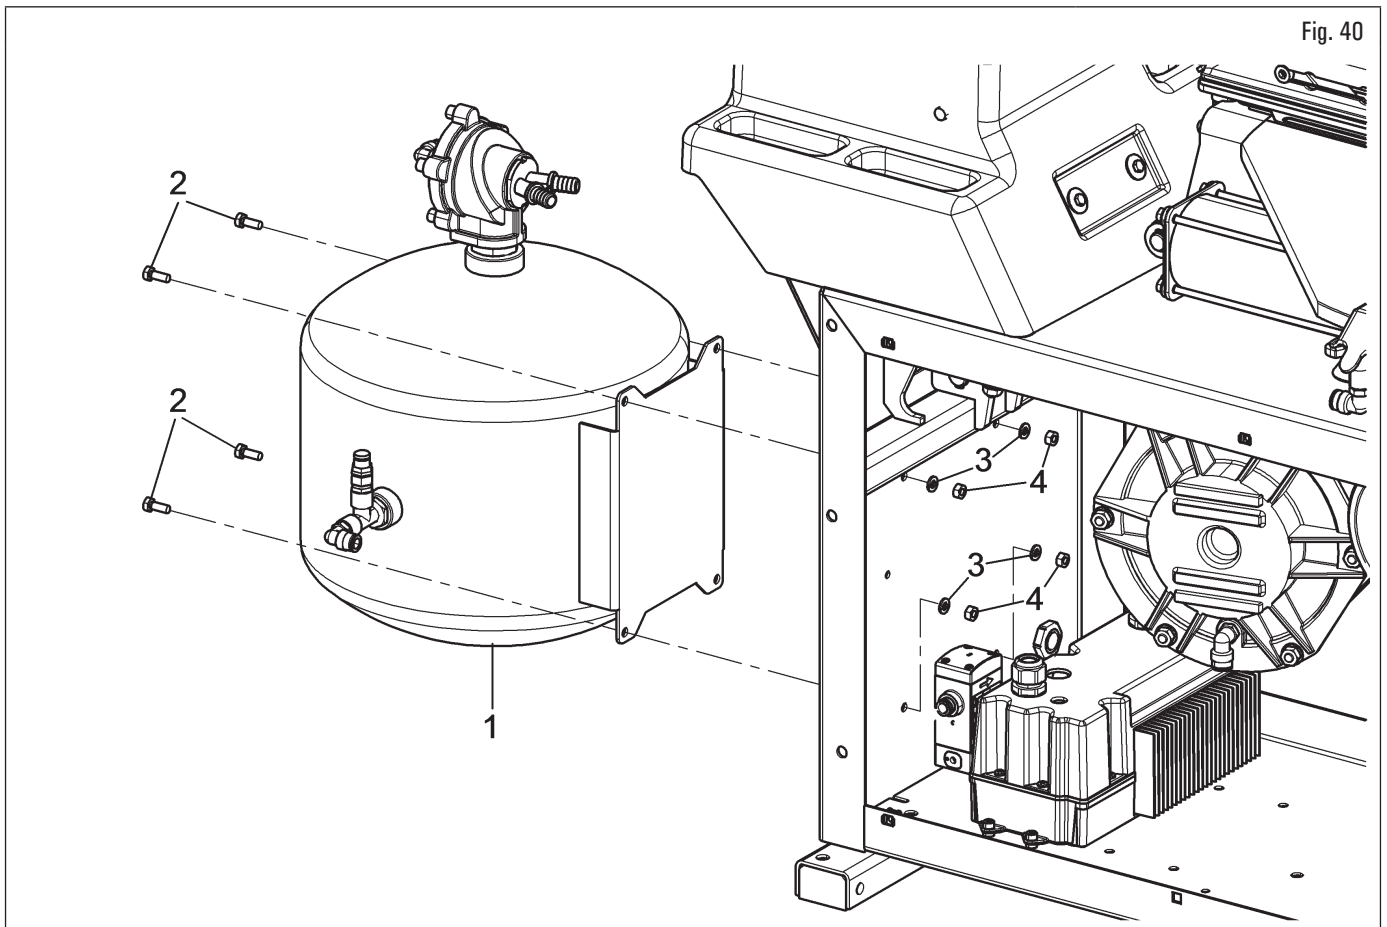

Fig. 40
1. Monter le système gonflage Tubeless (Fig. 40 réf. 1) sur la partie postérieure du bâti, comme dans la Fig. 40, utilisant les vis (Fig. 40 réf. 2) (couple de serrage environ 8 Nm - 6 ft-lbs), les rondelles (Fig. 40 réf. 3) et les écrous (Fig. 40 réf. 4) ;